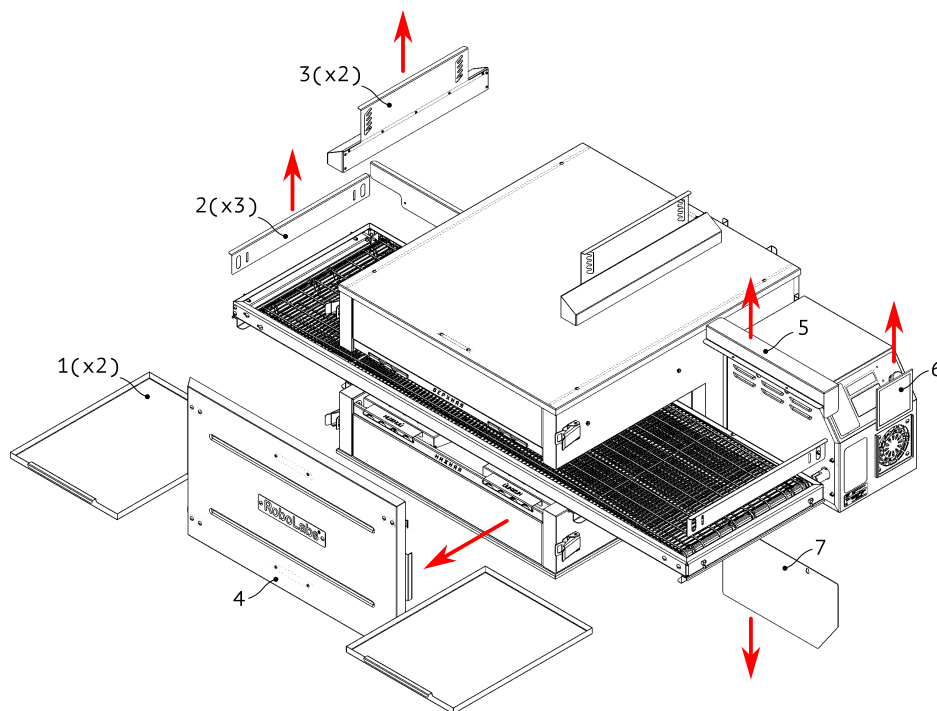

Рисунок 21
1. Снимите экран тепловой (7), фильтр воздушный (6), поддоны (1), ограничители (2), козырьки (3), и дверь (4) см Рис. 21.